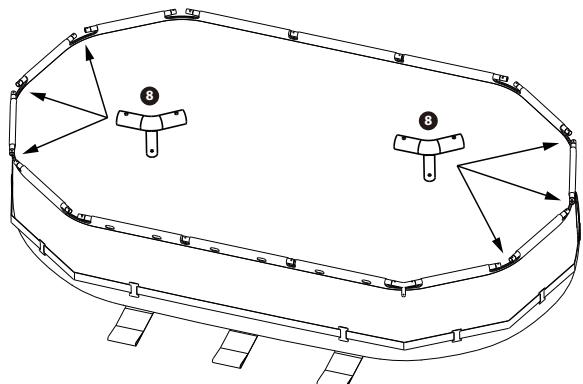

Fig. 7-1
**7.** Connectez les poutres **5** entre elles avec un raccord en T **8** comme indiqué dans les figures 7.1 et 7.2 ci-dessous. Insérez le goujon pour les vérifier. La partie supérieure du cadre de la piscine doit être entièrement connectée.